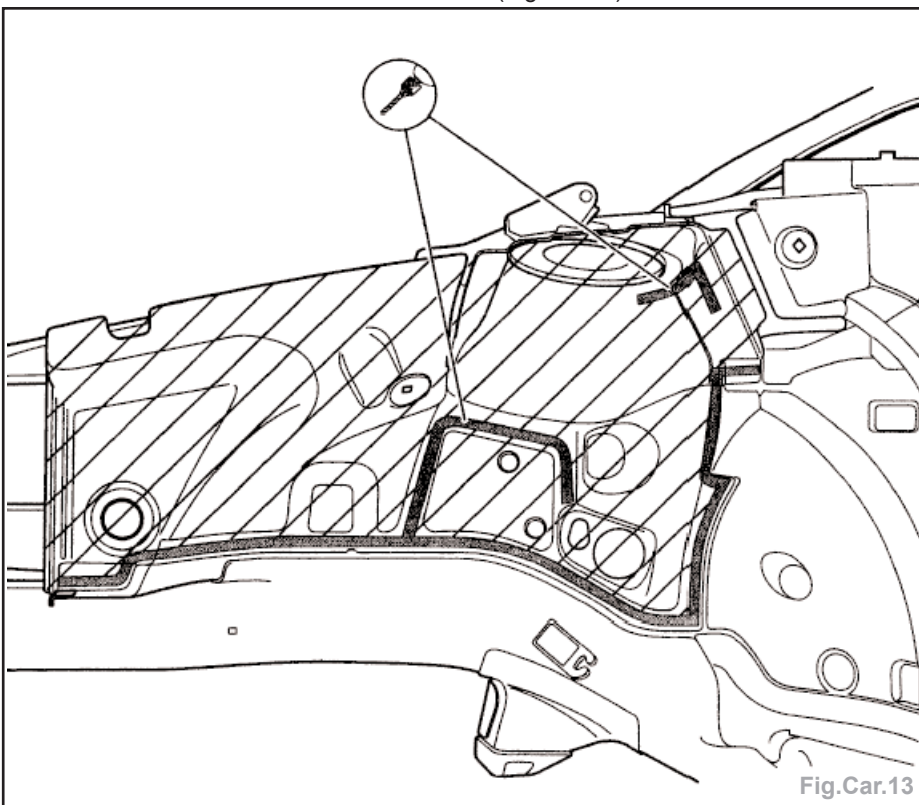

Fig.Car.13
- dégraffer l'accostage d'origine (Fig.Car.13),